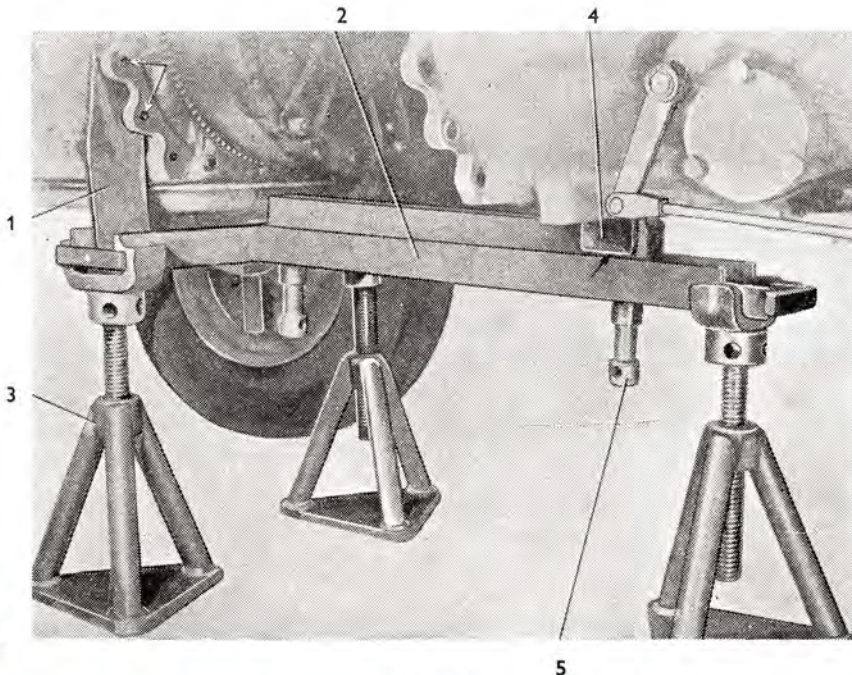

Abb. 51
7. Auf jeder Seite des Kurbelgehäuses sind zwei Schrauben M 12×35 auszuschrauben, die das Kurbelgehäuse mit dem Getriebekasten verbinden und mit diesen Schrauben sind die Auflagestücke (Abb. 51/1) auf der Aussenseite des Kurbelgehäuseflansches anzuschrauben.
8. An der Verbindungsstelle des Kurbelgehäuses mit dem Getriebegehäuse ist der Schlepper mit einer Montage-Vorrichtung (Abb. 51/2) zu unterlegen, die durch drei Montageböcke (Abb. 51/3) abgestützt wird. Der Träger ist auf die Auflagestücke zu schieben und in den Läufer (Abb. 51/4) auf der unteren Seite des Getriebegehäuses ein An-gusstück einzuschieben.
Anmerkung: Beim Wiederausammenbau muss das Fluchten der Kupplungswellen zu den Kupplungslamellen eingehalten werden. Diese Lage wird mittels zweier Stell-schrauben (Abb. 51/5) gesichert, die am Träger angeordnet sind. Die Kupp-lungslamellen müssen sich auch in der Achse des Schwungrades befinden.